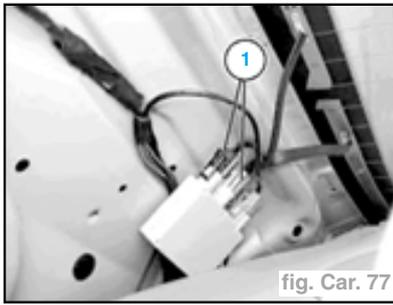

fig. Car. 77
- Débrancher les connecteurs (1) à droite (circuit bouchon/réjecteur de fréquence) (fig. Car. 77).